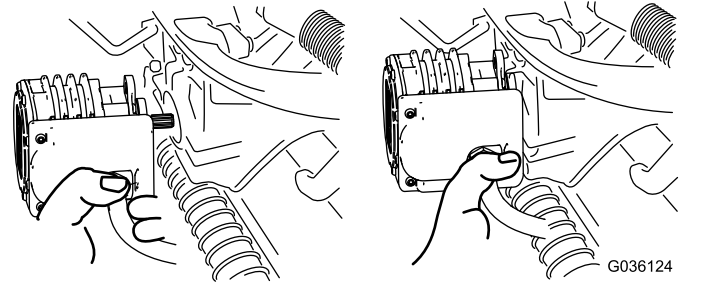

Figure 56
4. Amenez le moteur à la position de rangement sur l'avant du bras de suspension (Figure 56).